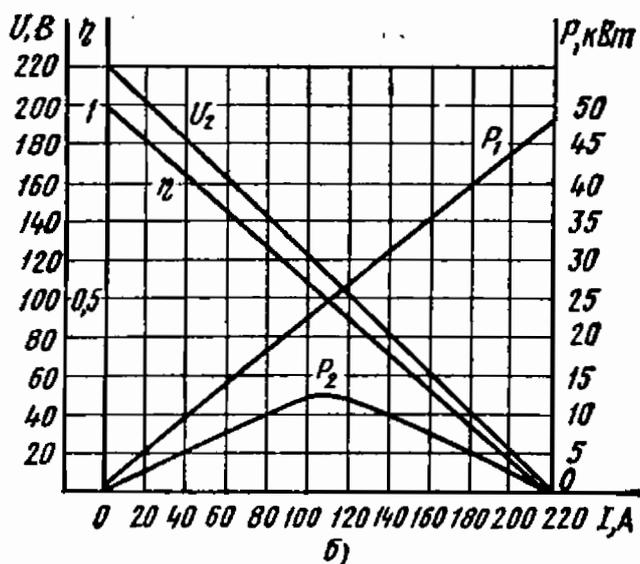

Рис. 1.15
1.15. Для электрической цепи, схема которой приведена на рис. 1.15, а, построить кривые изменения напряжения U_2 , мощности источника питания P_1 , мощности приемников P_2 и к. п. д. η в зависимости от тока I при изменении эквивалентного сопротивления приемников r_2 от бесконечности (холостой ход) до нуля (короткое замыкание). Э. д. с. источника питания $E=220$ В, а сопротивление $r=1$ Ом включает внутреннее сопротивление источ-
Ответ. На рис. 1.15, б построены графики U_2 ; P_1 ; P_2 ; $\eta(I)$.